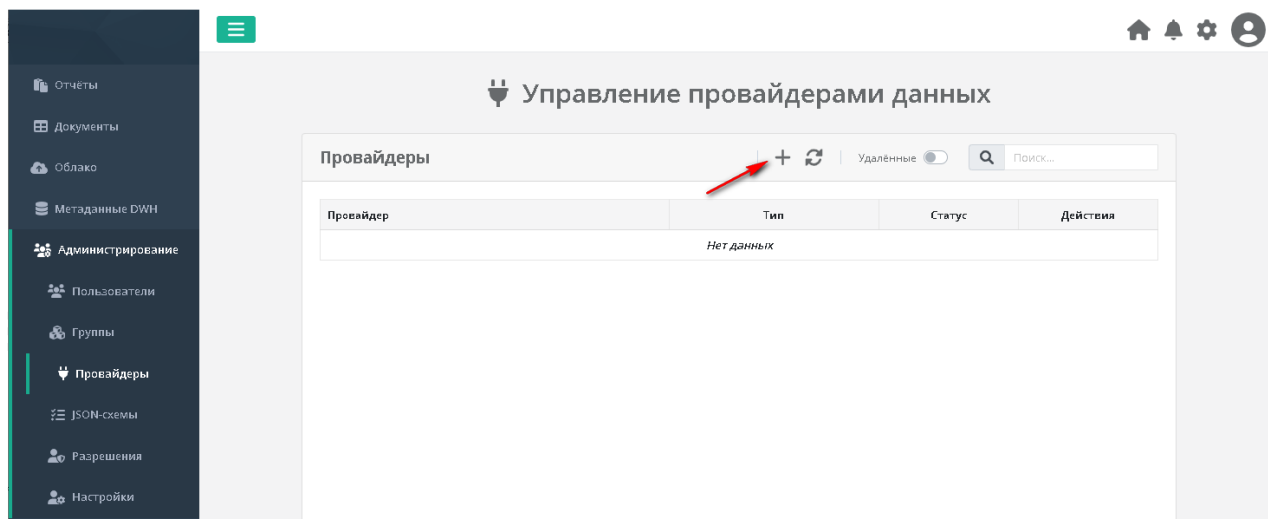

Рисунок 91. Управление провайдерами
1) Для создания провайдера необходимо перейти в пункт левого меню «Администрирование/Провайдеры» (доступность пункта меню зависит от настроек) и нажать кнопку «Создать» (Рисунок 91).